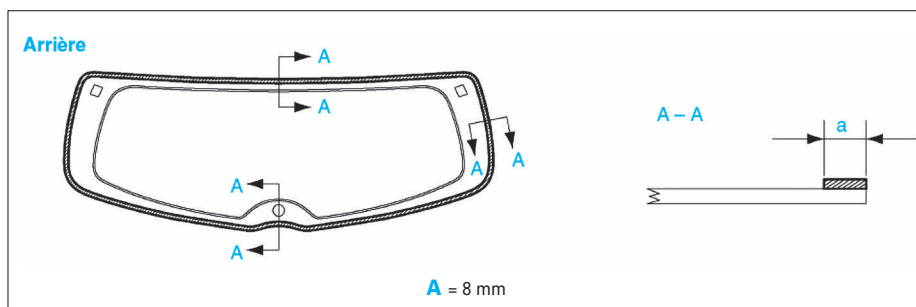

FIG. 12
- Appliquer du primaire d'adhérence sur la zone de pose de la moulure extérieure (Fig.12).